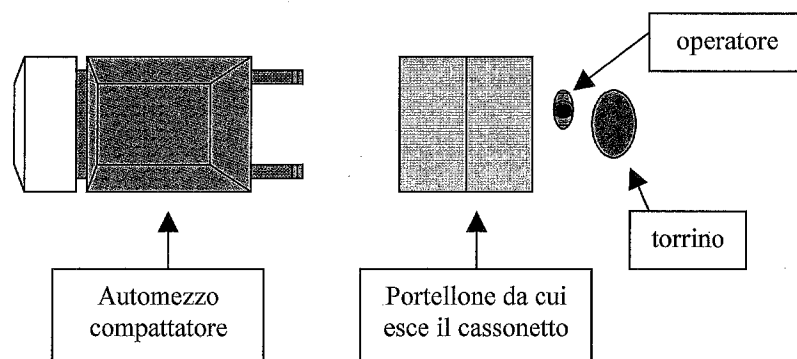

Fig. 2: posizionamento del mezzo di raccolta rifiuti rispetto al portellone della macchina
L'operatore, dopo aver parcheggiato opportunamente l'automezzo di raccolta rifiuti (vedi fig. 2), deve svolgere le seguenti operazioni per completare lo svuotamento dei cassonetti:
2. preparazione alla fase di prelievo: l'operatore resta in posizione nei pressi del torrino con piena visibilità sulla zona del portellone (vedi fig. 2). Nel frattempo il programma di gestione della macchina provvederà in automatico a :